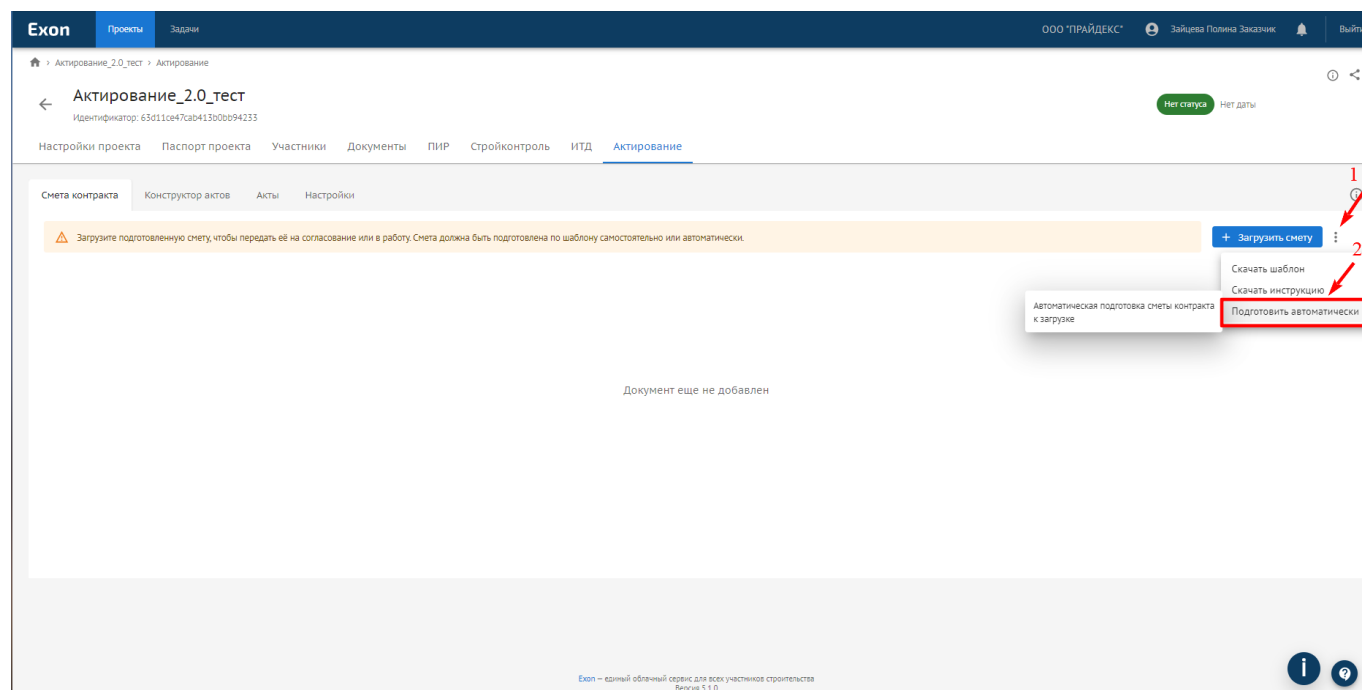

Рис. 2 – Подготовить смету к загрузке в систему автоматически
Если вы хотите определить уровни автоматически, необходимо нажать на «:» (1) и выбрать «Подготовить автоматически» (2) (рис. 2).